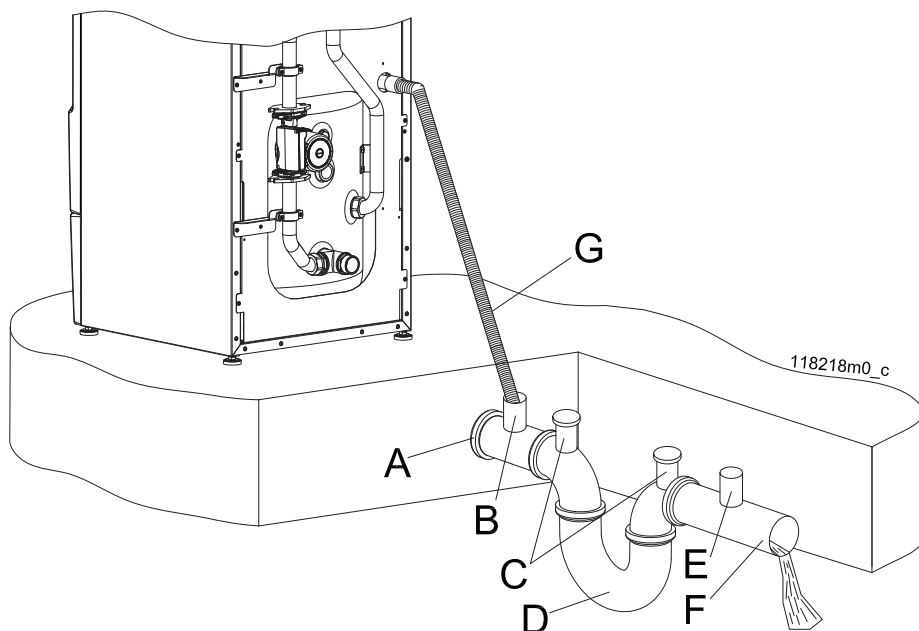

Figura 8-1 Collegamento dello scarico della condensa
L'apparecchio è predisposto di un sifone per l'evacuazione dei condensati che previene la fuoriuscita dei prodotti della combustione ed è provvisto di un condotto di terminazione "G" (Figura 8-1).
**ATTENZIONE!!!** Tale terminazione deve essere convogliata in un ulteriore sifone anti-odori (a cura dell'installatore), in modo da prevenire il ritorno di cattivi odori in ambiente (Figura 8-1).
Un esempio di come deve essere realizzato un impianto di smaltimento a valle dell'apparecchio è mostrato in Figura 8-1.
Legenda Figura 8-1.